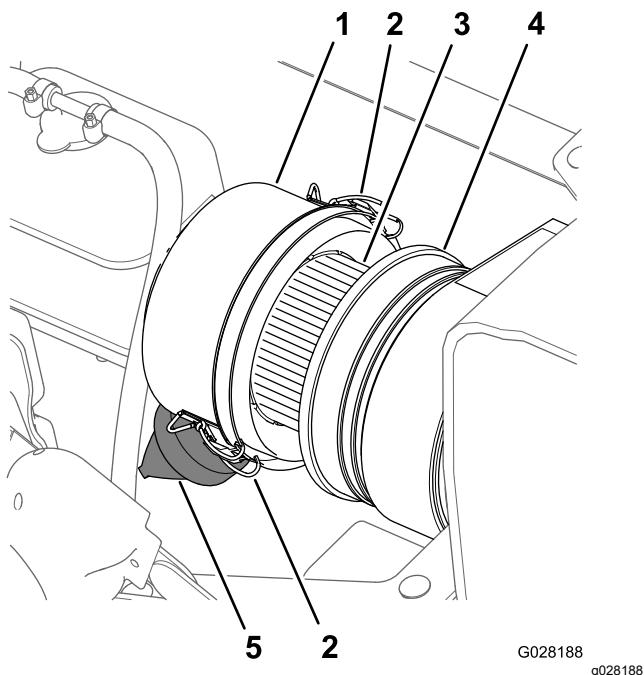
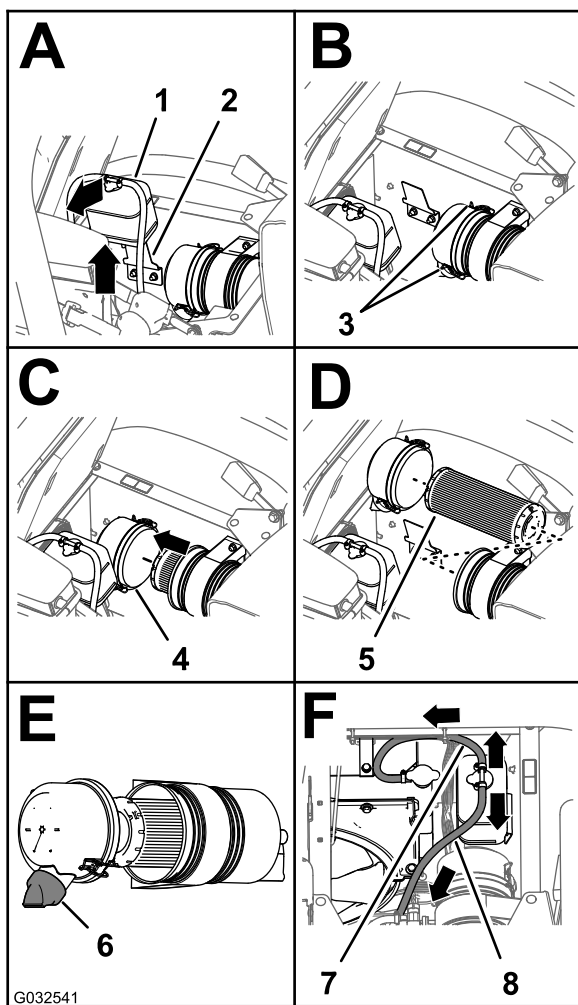

Figure 109
Figure 110
3. Nettoyez le capuchon antipoussière et le boîtier du filtre à air (Figure 109).
4. Recherchez sur le boîtier du filtre à air des dommages susceptibles d'occasionner des fuites d'air (Figure 109).
5. Pressez la valve à poussière pour éliminer les saletés, la poussière et les débris (Figure 109).
7. Vérifiez que l'élément du filtre à air ne présente pas de dépôts excessifs de poussière, saleté ou débris (Figure 109).
8. Reposez le capuchon antipoussière sur le boîtier du filtre à air et fixez-le en place avec les 2 attaches (Figure 109).
2. Nettoyez le capuchon antipoussière et le boîtier du filtre à air (Figure 109).
3. Soulevez le réservoir de trop-plein de liquide de refroidissement pour le déposer de son support (Figure 110).
4. Desserrez les 2 attaches qui fixent le capuchon antipoussière sur le boîtier du filtre à air (Figure 110).
6. Nettoyez l'intérieur du capuchon antipoussière, du boîtier du filtre à air et de la valve à poussière avec un chiffon humide (Figure 109 et Figure 110).
7. Insérez l'élément filtrant neuf dans le boîtier du filtre à air (Figure 110).
8. Reposez le couvercle sur le boîtier du filtre à air et fixez-le en place avec les 2 attaches (Figure 110).
Remarque: Vérifiez que la valve à poussière s'aligne bien entre les positions 5 et 7 heures vu de l'extrémité (Figure 110).
9. Placez le réservoir de trop-plein du liquide de refroidissement en face de son support et fixez solidement le réservoir (Figure 110).
Important: Vérifiez que le flexible de décharge de pression est dirigé vers l'avant et le bas et que le flexible d'évent du réservoir est dirigé vers l'arrière, comme montré à la Figure 110.